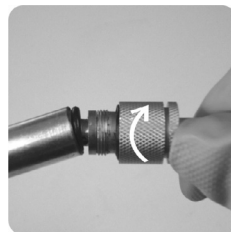

Fig. 19
13. Conectar la barra en el tubo girando en el sentido de los punteros del reloj, conforme fig. 19. ATENCIÓN: Dentro del tubo existe un caño metálico que debe ser encajado dentro de la barra.